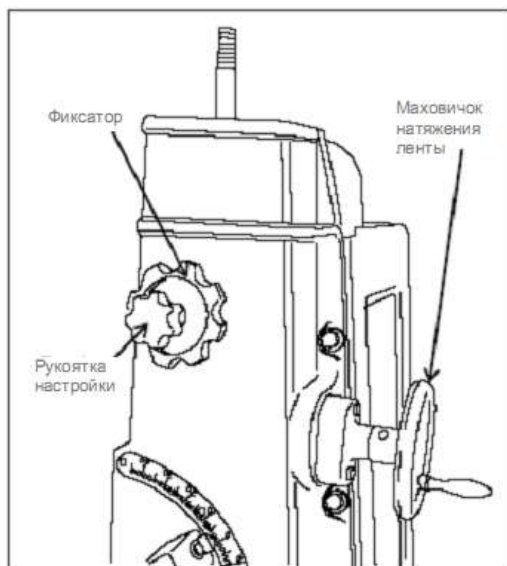

Рис. 7: Компоненты настройки смещения ленты (для замены и настройки верхняя крышка снимается).
4. Ослабить натяжение ленты, повернув рукоятку натяжения против часовой стрелки (Рис. 7). Если рукоятка поворачивается с трудом, то выполнить техническое обслуживание механизма смещения ленты в соответствии с инструкциями данным разделе.